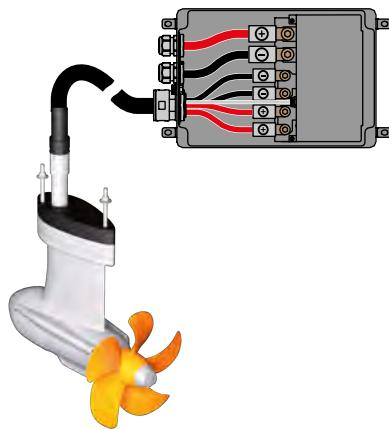

Fig. 12: Câblage du boîtier électronique
1. Desserrez les vis (1) du boîtier électronique pour pouvoir l'ouvrir.
4. Raccordez le câble de puissance au pôle repéré (rouge=+, noir=- ; 10 Nm), voir **Fig. 12: Câblage du boîtier électronique**.
5. Raccordez le câble du moteur au raccord de commande de moteur (6).